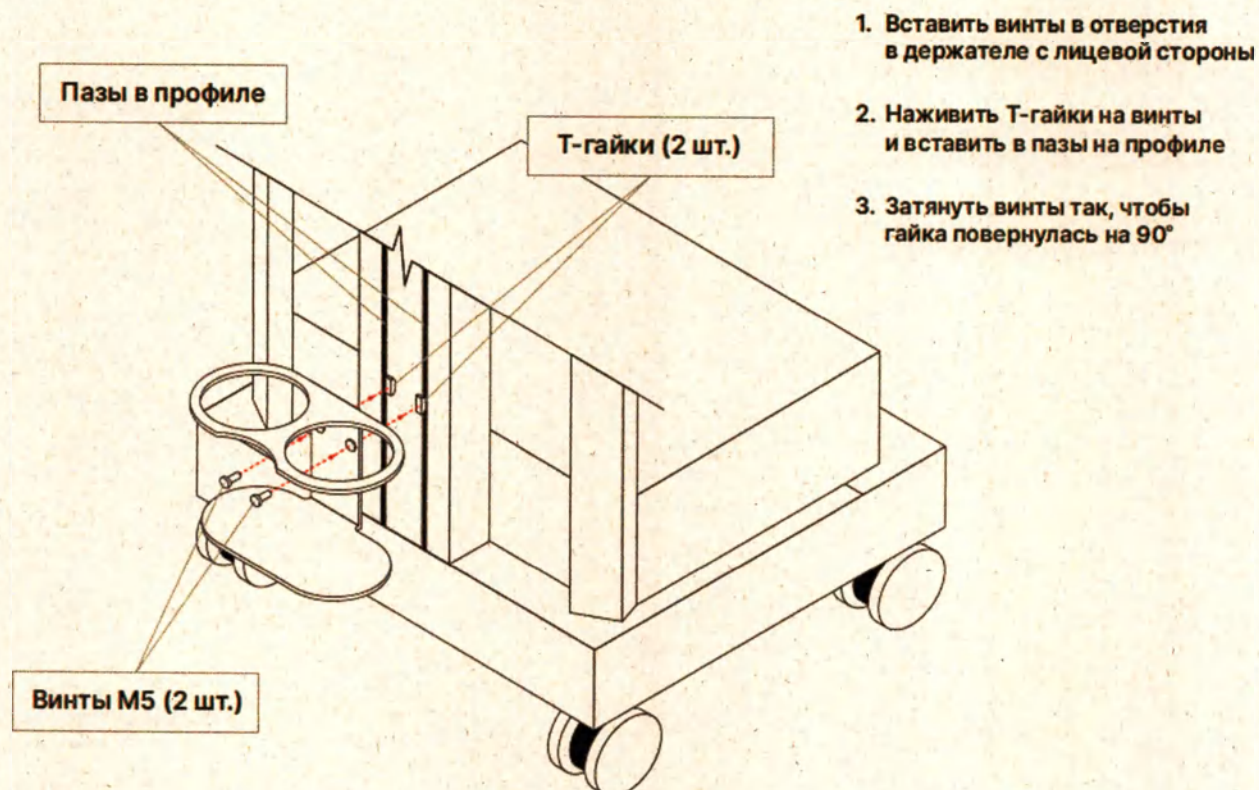

Рисунок 9 Установка держателя аспирационной емкости
- Установите держатель аспирационной емкости. Вставить в пазы на требуемой высоте. Зафиксируйте держатель эндоскопа при помощи винта (см. рисунок 9). Аспирационные емкости не входят в комплект поставки и приобретаются пользователем самостоятельно.